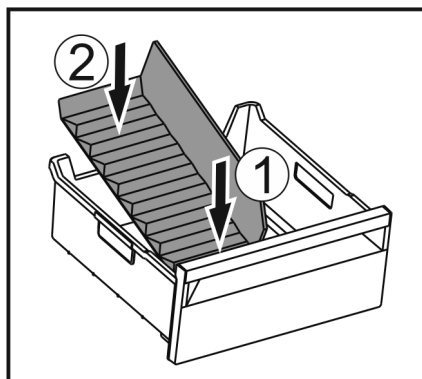

Fig. 171
- ▶ Sett inn den fremre delen av isrom-deleren. Fig. 171 (1)
- ▶ Senk den bakre delen av isrom-deleren til bunnen av skuffen. Fig. 171 (2)